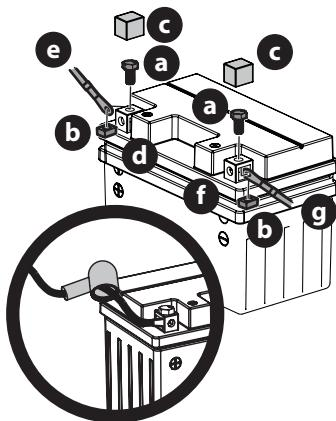

Figura 19
1. Extraiga los tornillos hexagonales (a) y las tuercas cuadradas (b) situados en el extremo del arnés de cables o en la bolsa que acompaña a este manual. Guarde los herrajes para uso posterior (Figura 19).
2. Retire la cubierta plástica (c), si está presente, del borne positivo de la batería (d) y una el cable rojo (e) al borne positivo de la batería (d) utilizando uno de los tornillos hexagonales (a) y las tuercas cuadradas (b) que se extrajeron en el paso 1. Use un destornillador Philips (Figura 19).
3. Coloque el capuchón de caucho rojo por encima del borne positivo de la batería para protegerlo contra la corrosión (Figura 19 inserto).
4. Retire la cubierta plástica (c), si está presente, del borne negativo de la batería (f) y una el cable negro (g) al borne negativo de la batería (f) utilizando el tornillo hexagonal restante (a) y la tuerca cuadrada (b) (Figura 19).